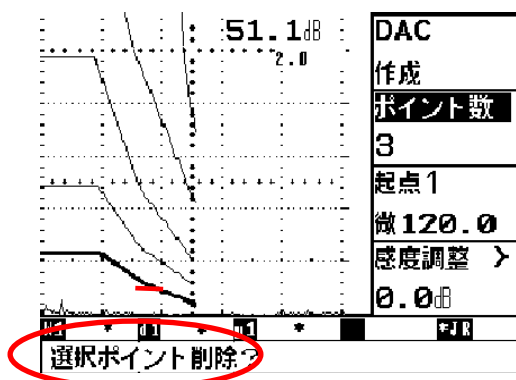

図9 DACの修正
- ①起点1表示横の **←** キーを押し、消したいポイントのところにゲートを合わせ、ポイント数の横の **←** キーを押し、右ダイヤルを手前に回すと“**選択ポイント削除?**”のメッセージ(図9参照)が表示される。**確定** キーを押すとそのポイントが削除される。次に、修正したいポイントの最大エコーを検出して、そのエコーにゲートを掛けて **確定** キーを押せば目的のポイントに修正される。